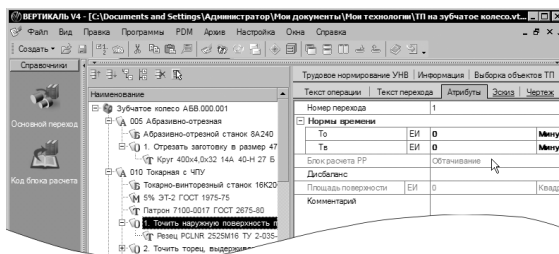

Рисунок 50
2. Перейдите на вкладку **Атрибуты** перехода 1 и убедитесь, что в строке *Блок расчета PP* появилось слово «обтачивание» (рис. 50).